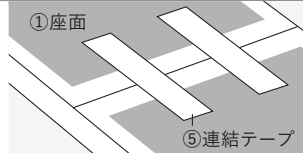

図1
- ①座面をゆっくり倒し②脚(4本)を手で回して取り付けて下さい。(図1)